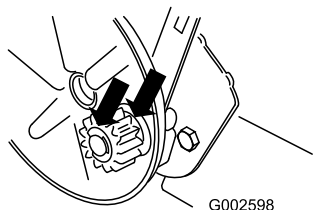

**Figure 31**
4. Versez de l'huile **lentement** dans le goulot de remplissage pour faire monter le niveau de liquide jusqu'au repère du plein (**Full**) sur la jauge (Figure 31). **Ne remplissez pas excessivement.** (Remplissage max. : 0,6 l, type : huile détergente SAE 30W de classe de service API SF, SG, SH, SJ, SL ou supérieure.)